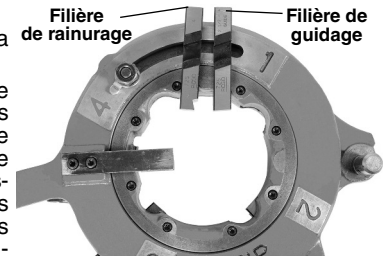

Figure 2 – Insertion des filières
3. Dégagez la languette de la rondelle du boulon de came de son logement, puis ouvrez la tête de filière en poussant le boulon de came en direction de la section de tuyau la plus importante de la platine (Figure 2).
5. Enfoncez la filière de coupe (estampée « n° 4 ») dans le logement n° 4 de la tête de filière. Les filières de guidage ne sont pas estampées et sont destinées aux logements numérotés 1, 2 et 3 de la tête. Engagez la filière avec son chiffre ou son encoche en haut jusqu'à ce son repère arrive à fleur du rebord de la tête de filière (Figure 2).